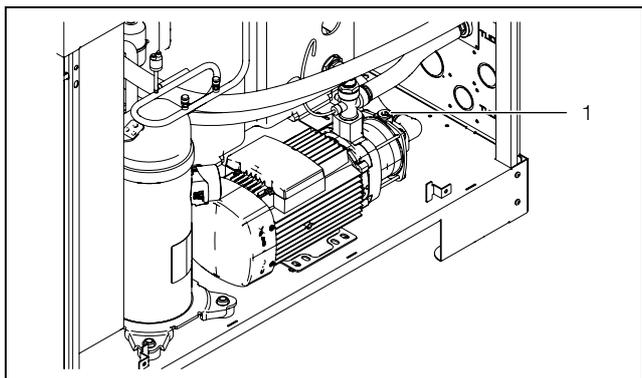

Рис. 17: Удаление воздуха из насоса
■ Удалите воздух из насоса (при его остановке), для чего отвинтите винт для удаления воздуха (рис. 17, поз. 1).